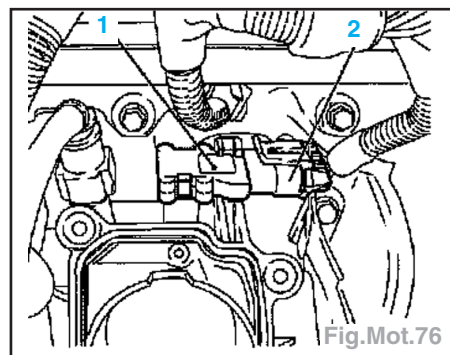

Fig.Mot.76
- Déposer la fiche de faisceau de sonde de pression (2) et la sonde (1) (Fig.Mot.76).